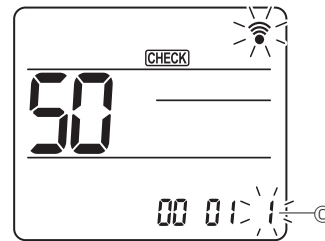

Fig. 6-19
- Ayar numarasını [D] değiştirmek için [D] düğmesini kullanın. (Fig. 6-19)